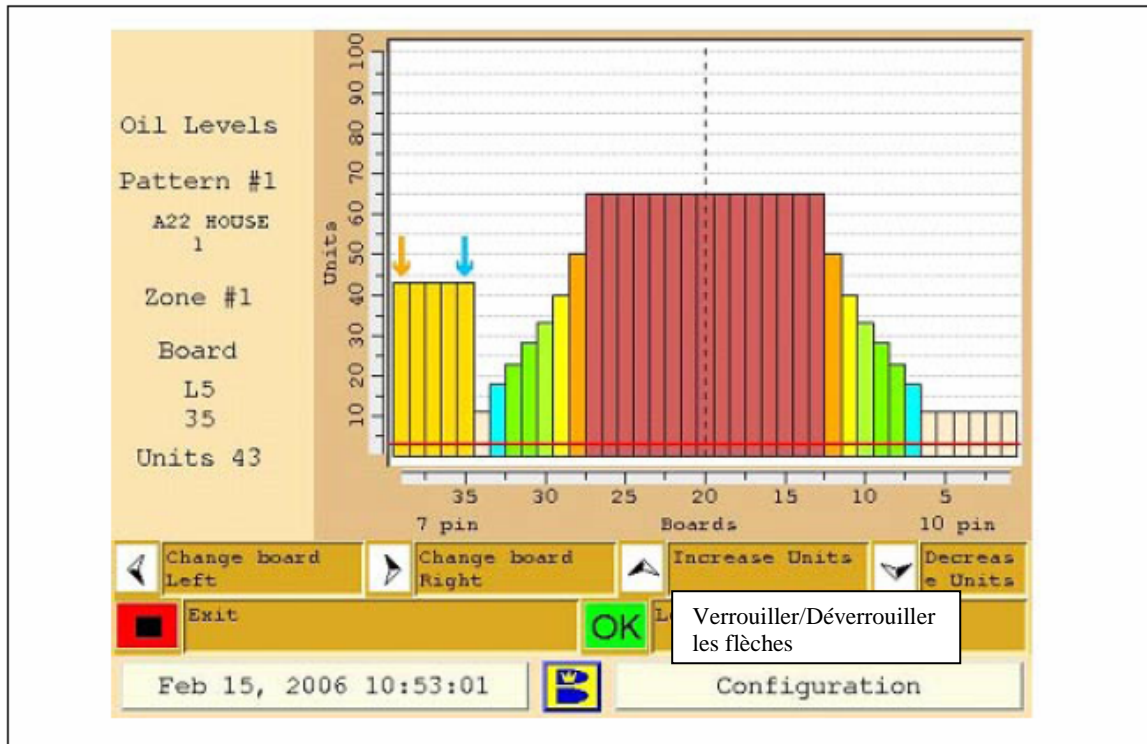

Figure 4-10. Niveau d'huile
2. Utilisez les flèches Gauche/Droite pour sélectionner la latte que vous voulez ajuster (numérotées de 1 à 39 en partant de la droite). Référez-vous à la Figure 4-10.